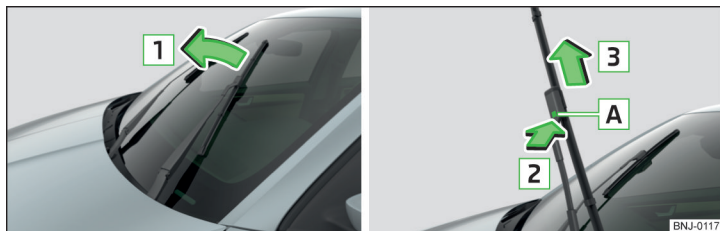

Fig. 278 Înlocuirea lamelei ștergătoarelor de parbriz
- › Ridicați brațul de ștergător de parbriz de pe parbriz, în sensul săgeții » fig. 278.